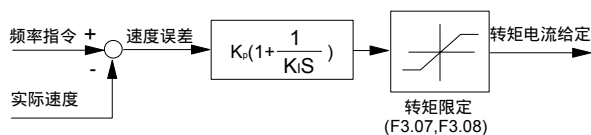

图 6-21 速度调节器简化框图
1. 速度调节器 (ASR) 的构成如图 6-21 所示。图中 K_p 为比例增益 P, K_i 为积分时间 I。